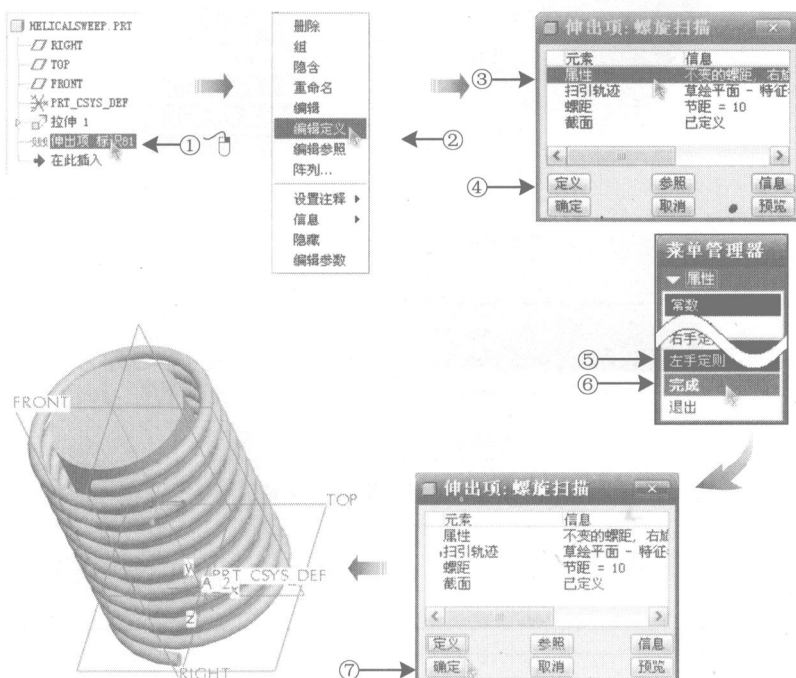
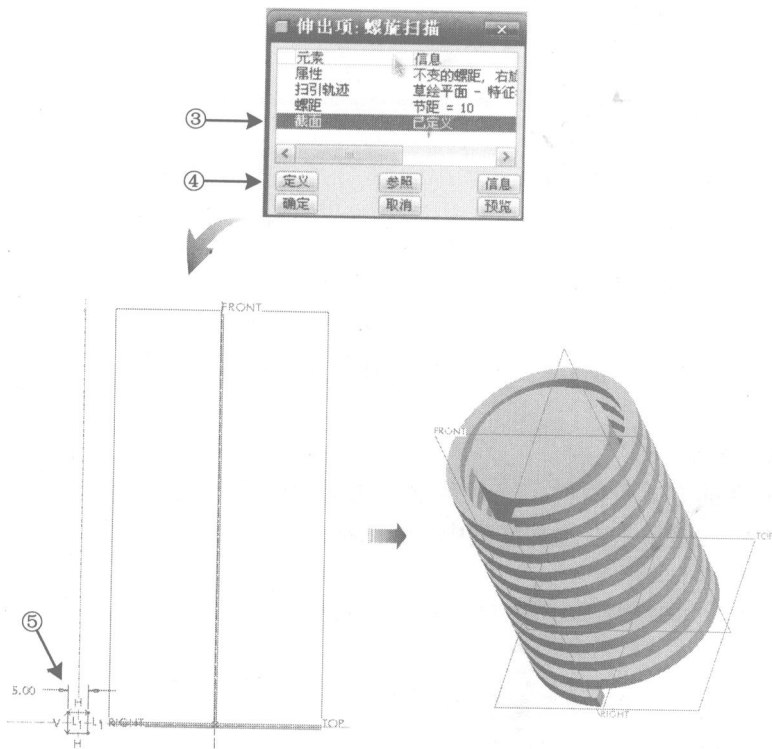

图 1-4 完成左旋的螺旋扫描修改
图 1-6 完成草绘轮廓修改
下面将介绍如何进行螺旋扫描的修改设定, 示范螺旋扫描旋向、螺距和扫描轮廓的修改。首先, 讲解如何修改螺旋扫描的旋向, 先在模型树内该特征处①单击鼠标右键→②选择编辑定义; 接着, 在窗口右上方会出现与前述进行设定相同的工具窗口→选择③属性 (Attribute) →单击④定义按钮→选择⑤左手定则→最后单击⑥完成按钮→⑦单击确定按钮即可完成, 如图 1-4 所示。
最后说明如何修改螺旋扫描的草绘轮廓。首先进行与图 1-4 的步骤中相同①~②; 接着→单击选择③截面 (Section) 选项→单击④定义按钮→即可进行⑤2D 草绘轮廓的修改; 确定草图完成后→依上述步骤⑥~⑦, 即可完成, 修改后效果如图 1-6 所示 (参考原零件, 可打开光盘文件 chapter1 for sample\helicalsweep.prt)。